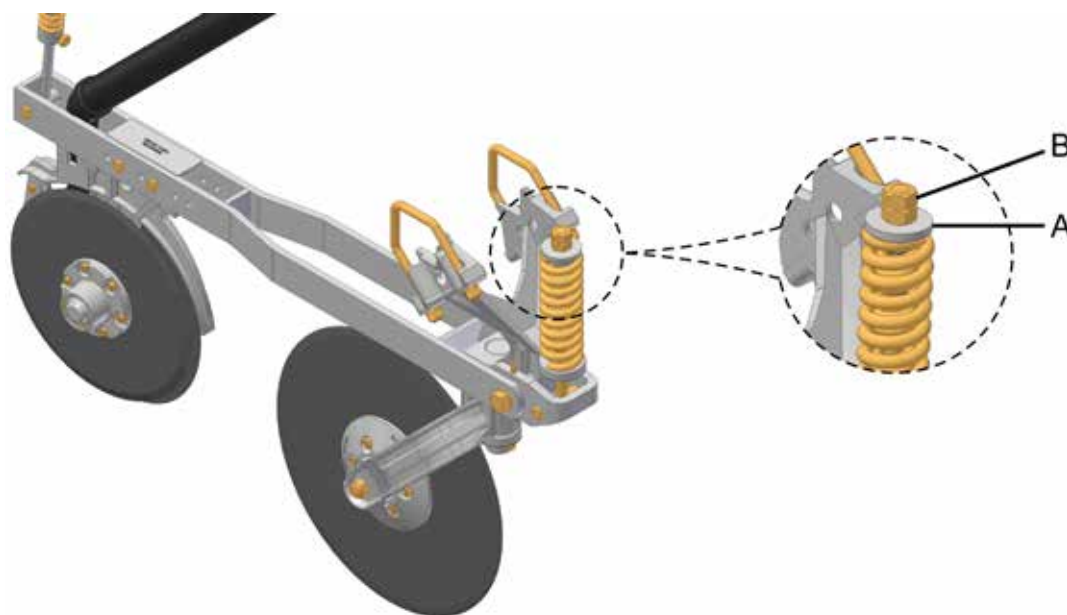

fig. 35
Para obter uma maior penetração e maior profundidade do fertilizante, suspenda a plantadora e desloque o guia da mola helicoidal (A) (fig. 35) de cima para baixo através das porcas (B) dando mais pressão de no disco duplo.